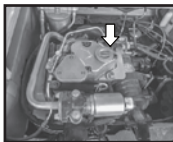

Fig. 27
- Llene con aceite de motor nuevo unos 1,2 litros a través del orificio de aceite de la cubierta del balancín. (Consulte la **Fig. 27**)